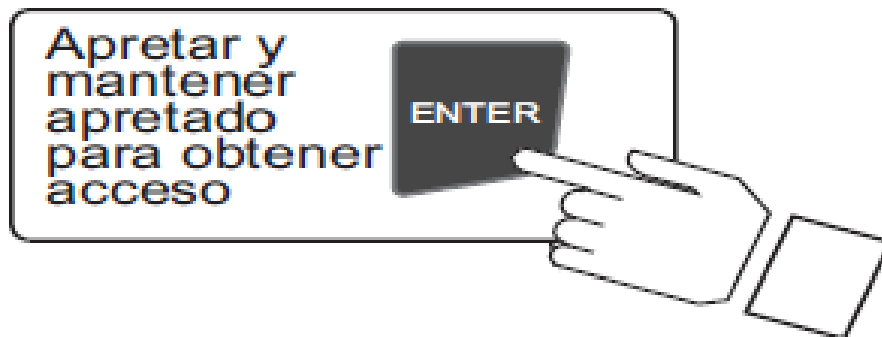

Figura 3.1: Acceso al menú de opciones.
1. Pulsar la tecla ENTER por 5 segundos para ingresar al menú de opciones como se muestra en la figura 3.1.